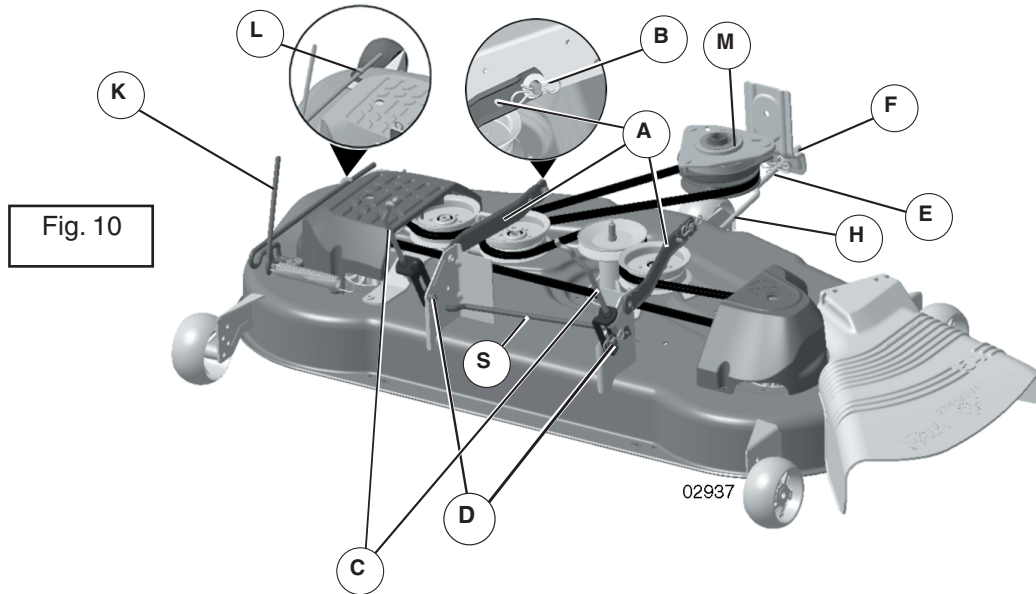

Fig. 10
12. Sätt in den andre änden av den främre länken (E) i hålet på gräsklipparens främre bygel (H) och fäst den med en mutterbricka och en liten blockeringsfjäder (J).
13. Frigör remmens spänningsstång (K) som låser fast bygel (L) (Fig. 10).
15. Aktivera remmens spänningsstång (K) på blockeringsbygel (L) (Fig. 10).